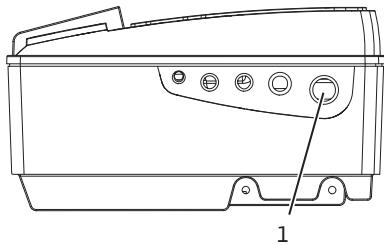

Fig. 18 : Presse-étoupe M25
- Le raccordement électrique doit se faire via un câble d'alimentation électrique fixe (section à respecter min. 4 x 2,5 mm2, max. 4 x 6 mm2) muni d'un dispositif de raccordement ou d'un coupleur multipolaire avec au moins une largeur d'ouverture d'au moins 3 mm. Le câble d'alimentation électrique doit être inséré dans le presse-étoupe (fig. 18 pos. 1) M 25
| In1(1) (entrée) | Valeur réelle d'entrée   | Nature du signal : tension (0-10 V, 2-10 V)Résistance à l'entrée : $R_i \geq 10 \text{ k}\Omega$Nature du signal : courant (0-20 mA, 4-20 mA)Résistance à l'entrée : $R_B = 500 \Omega$Paramétrable au menu Service <5.3.0.0>Déjà raccordé en usine par l'intermédiaire du presse-étoupe M12 (fig. 18) via (1), (2), (3) en fonction du marquage des câbles de capteur (1, 2, 3) |